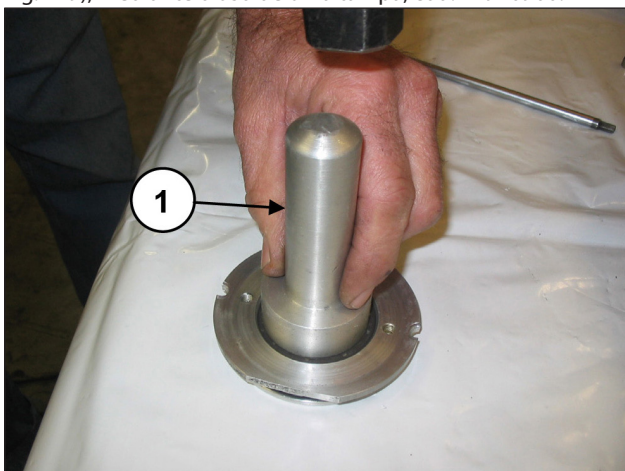

Fig. 129
Monte a vedação do óleo na cobertura da mesma (pos. ①, Fig. 129), mediante o uso de uma tampa, cód. 27910900.